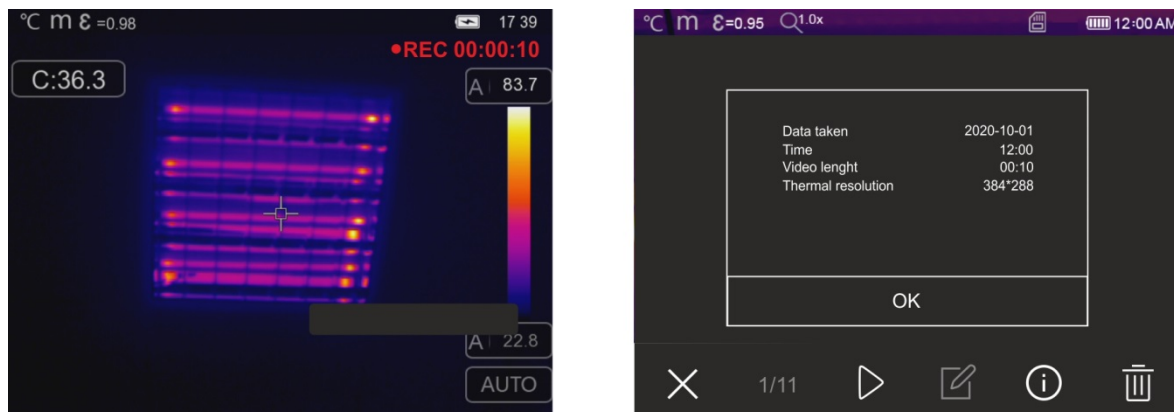

Fig. 46: Enregistrement vidéo IR
1. **Appuyez sur la touche T (Gâchette) et maintenez-la enfoncée pendant au moins 2 secondes.** L'indication « REC » apparaît en haut pour indiquer l'enregistrement en cours (voir Fig. 46)